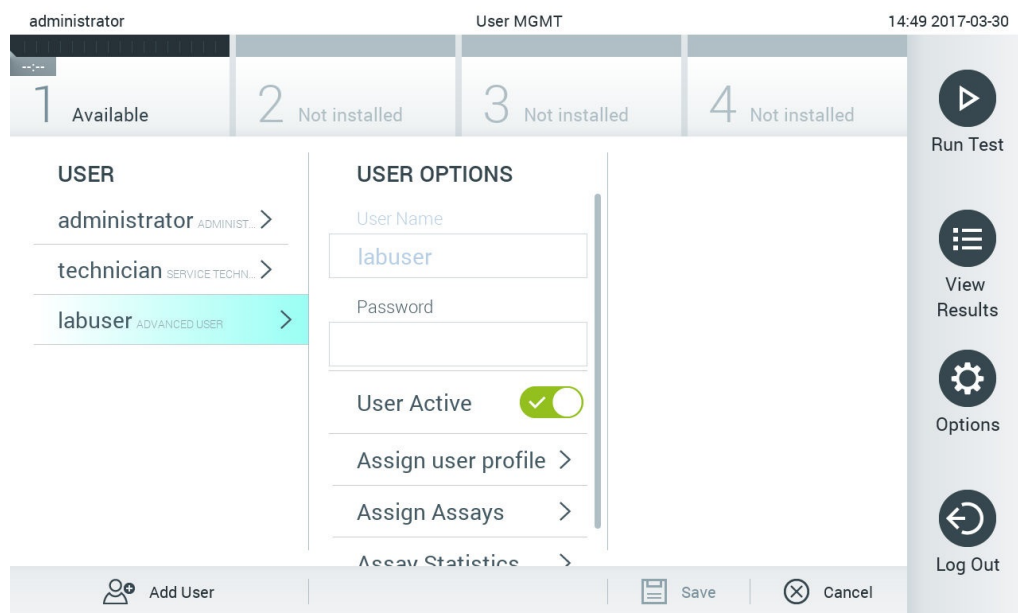

图 53. 选择和管理用户。
2. 从内容区域左侧列中的列表选择要管理的用户 (图 53)。